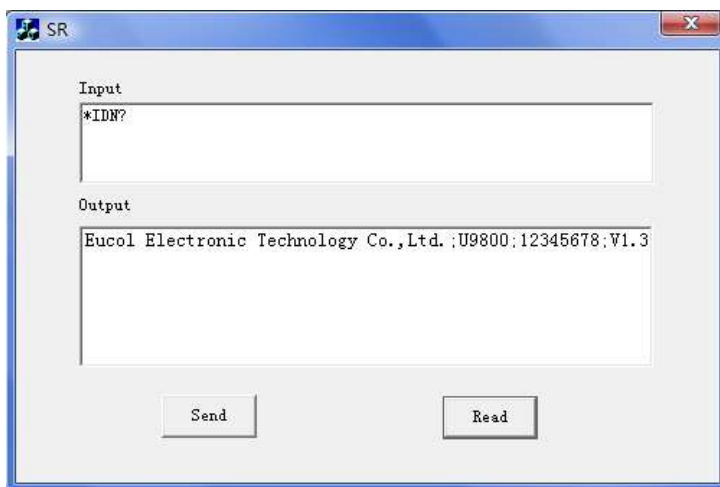

图 4-1-7
7. 保存、编译并运行程序，得到可执行文件。当仪器与PC机成功相连时，在Input下编辑框中输入一条命令，如\*IDN?(\*IDN?为默认输入命令)，按“Send”按键，再按“Read”按键，仪器返回的结果将显示在Output下编辑框中。如图4-1-7所示。